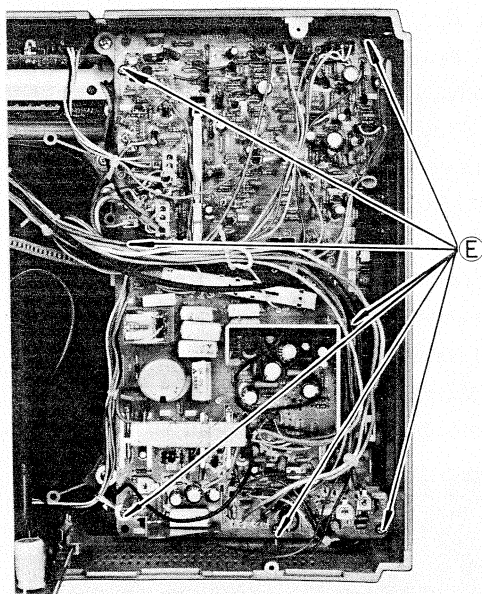

Fig. 5 Abb. 5
1. Remove 7 screws ⑤ as shown in Fig. 5.
1. Die in Abb. 5 gezeigten 7 Schrauben ⑤ entfernen.